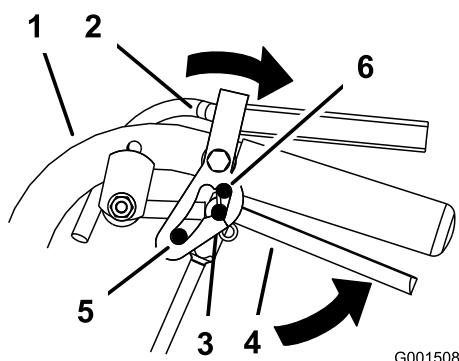

Bild 10
2. Legen Sie die Daumen auf den oberen Teil der Arretierungen und schieben sie nach hinten, bis die Stifte in der Neutral-Stellung sind (Bild 10).